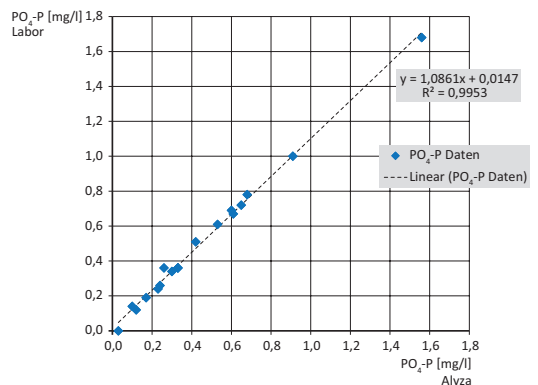
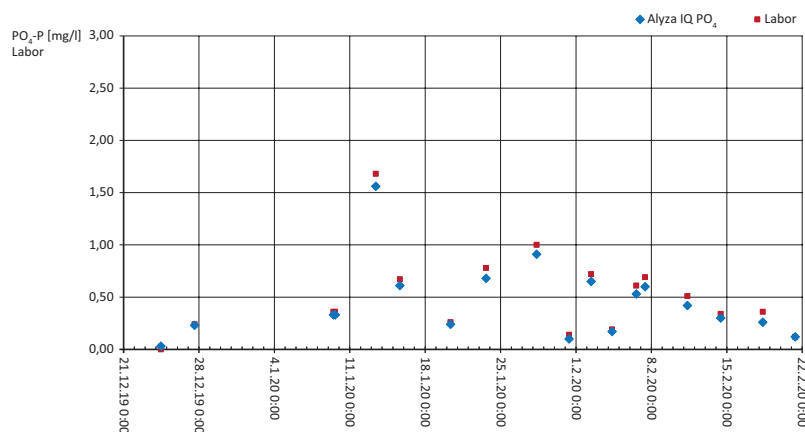

Abbildung 2: Lineare Regression der Wertepaare mit einem Bestimmtheitsmaß von über 0,99.
Abbildung 1: Messwerte Alyza IQ PO4 (blau) und dazugehörige Laborwerte (rot) im Zeitraum von Ende Dezember 2019 bis Ende Februar 2020.
**Datenauswertung:** Abbildung 1 zeigt 17 Vergleichswerte zwischen Alyza IQ PO4 (blau) und Labor (rot) für einen Zeitraum von Ende Dezember 2019 bis Ende Februar 2020. Die Messwerte variieren zwischen 0,03 mg/l PO4-P und 1,7 mg/l PO4-P. Um die hohe Messgenauigkeit des Analyzers noch besser darzustellen, wurde in Abbildung 2 eine lineare Regression für diese Daten dargestellt.